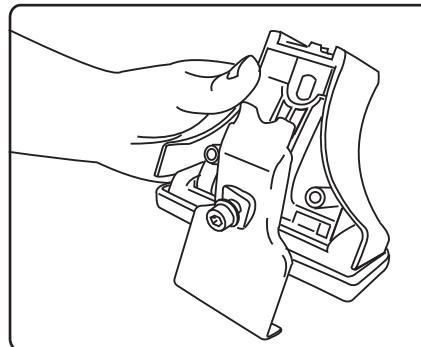

рис. 9
10. Убедитесь в том, что двери автомобиля при закрытии не задевают прижимы (рис. 9).
7. Возьмите опору, подготовленную на основании п. 1, стр. 1., с соответствующей резиновой подушкой. Помните, что прижимы, также как и подушки могут отличаться на передних и задних дугах, поэтому следуя информации, указанной в таблице сборки (см. приложение), соберите комплект для передней или задней дуги. Вкрутите болт в опору багажника на 3-4 оборота (рис. 9).